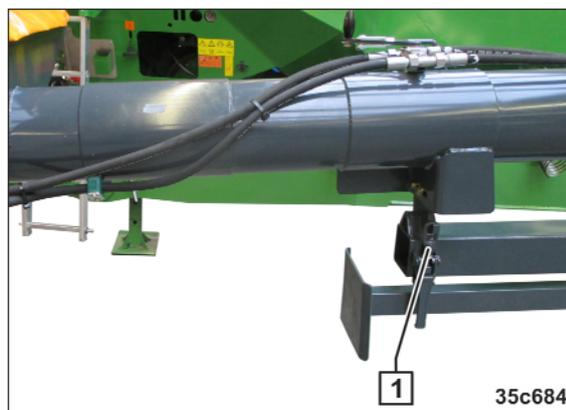

Fig. 216
3. Verriegelung (Fig. 216/1) lösen.
16. Befüllschnecke über den Rahmen schwenken und verriegeln (siehe Fig. 216/1).